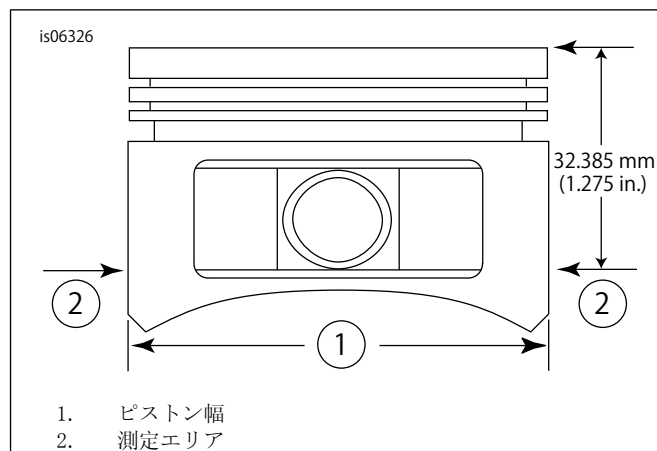

図2。ピストン測定
5. 図2ピストン幅(1)を、ピストンピン穴の両側から水平に90度、ピストン(2)のデッキ(上)面から32 mm (1.275 in) 下で測定します。この位置のピストン-シリンダーフィットについては表11を参照してください。